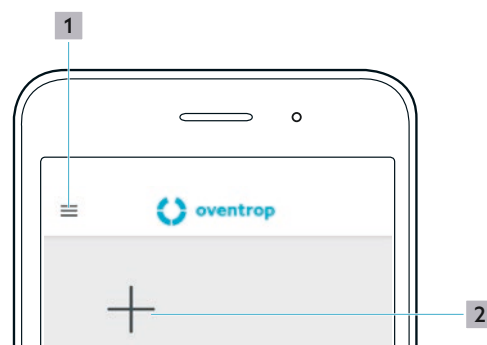

Fig. 12: Application ClimaCon F - Écran d'accueil
- Après avoir supprimé le thermostat d'ambiance, l'application passe à l'écran d'accueil (voir Fig. 12 en page 16).